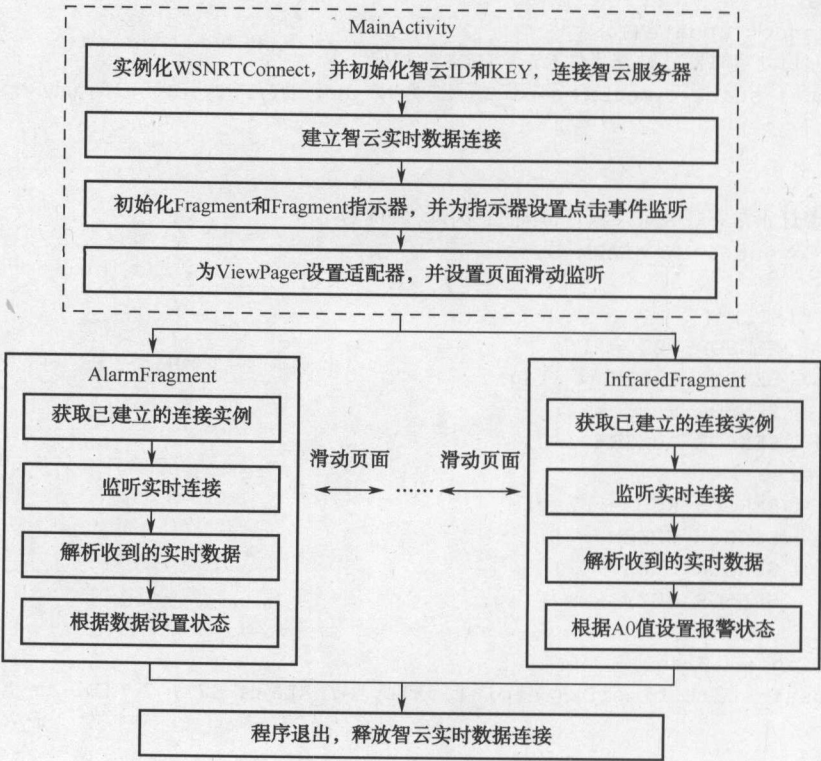

图 4.39 Android 应用程序逻辑
(2) 程序业务流程分析。根据 2.1 节智云 Android 应用编程接口定义，智能安防系统的应用设计主要采用实时数据 API 接口，程序流程如图 4.39 所示。
(3) 程序代码剖析。以人体红外传感器为例对程序代码进行剖析，其他传感器与之类似，可参考图 4.39 自行分析。
① MainActivity 初始化工作。实例化 WSNRTCConnect，并初始化智云 ID 和 KEY，连接智云服务器（局域网内使用：ID/KEY 可任意填写，注意每个 ID 不能相同，服务地址为智云 Android 开发平台的 IP 地址。若链接到互联网访问，需要填写正确的 ID/KEY/服务地址）。